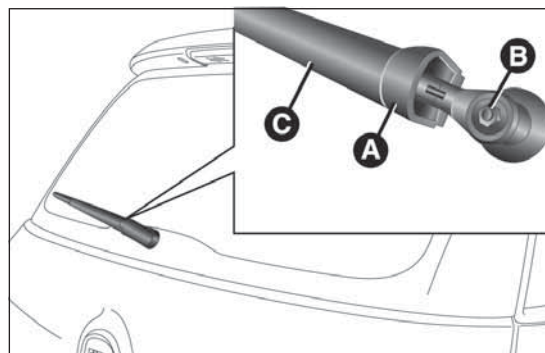

fig. 219
- ☐ sollevare la copertura A fig. 219, svitare il dado B e rimuovere il braccio C;